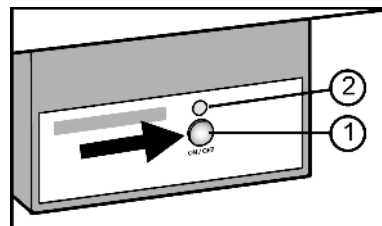

Fig. 35
- ▶ Druk op de toets On/Off Fig. 35 (1), zodat de LEDs Fig. 35 (2) branden.